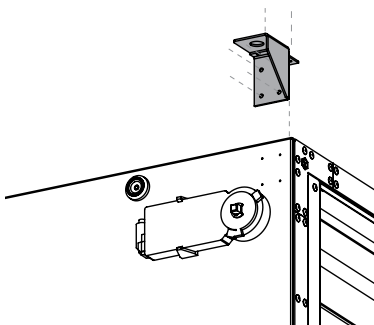

Abb. 10-1
- Es dürfen weder Löcher in das Gehäuse gebohrt, noch Schrauben hineingedreht werden. Ausgenommen sind hierbei die Befestigungsschrauben der mitgelieferten Haltewinkel (s. Abb. 10-1).